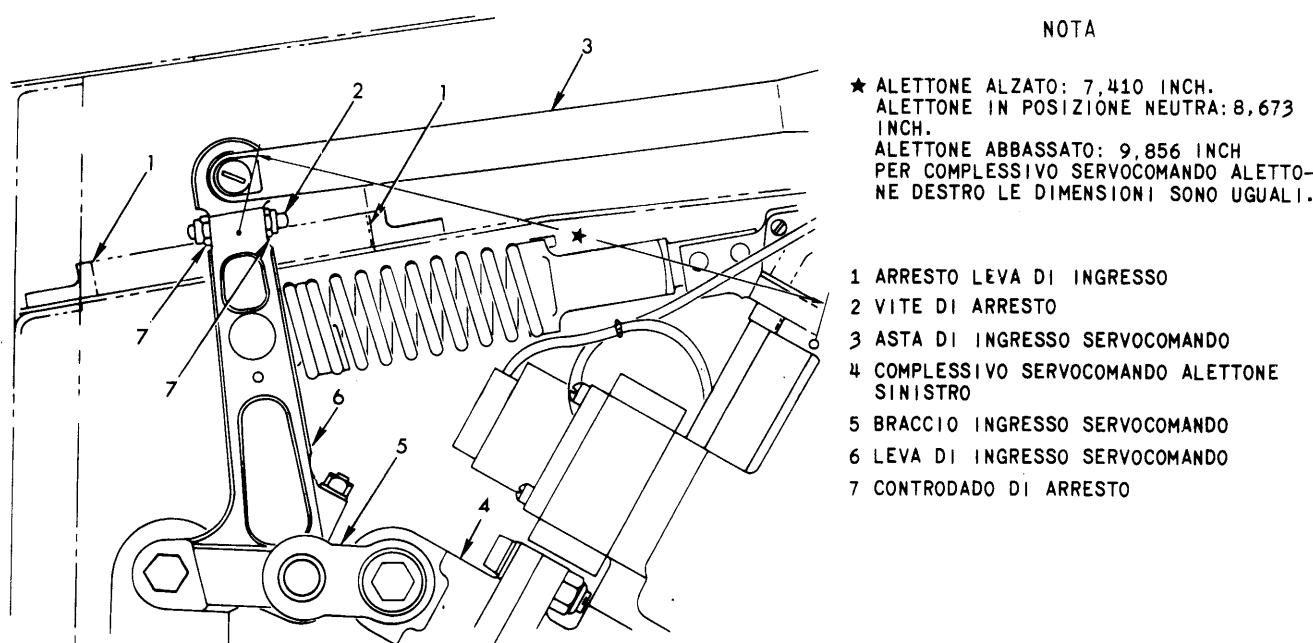

Fig. 4-33. Registrazione vite di arresto leveraggio ingresso servocomando alettone.
È ammesso che la leva di ingresso servocomando venga a contatto con i relativi arresti (vedere fig. 4-33) quando l'impugnatura della barra di comando è entro 0,20 inch (massimo) dal suo fondo corsa laterale (delimitato dai bulloni di arresto del tubo di torsione quadrante).
- v. Tenere la barra di comando a fine corsa a sinistra. La leva di ingresso servocomando sinistro si deve spostare verso l'arresto interno. Regolare la vite di arresto sulla leva di ingresso in modo che quando l'arresto viene a contatto con la vite, la distanza tra i fori di riferimento posti sulla leva di ingresso e sul servocomando sia 7,410 inch (vedere fig. 4-33).